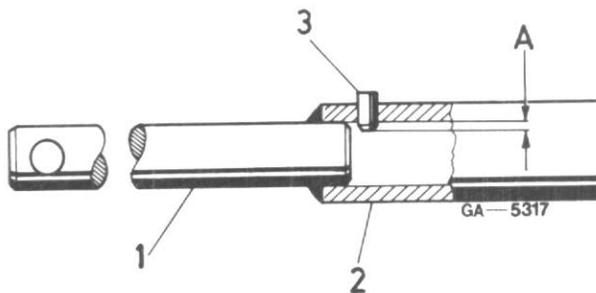

Fig. 73
Lorsque vous mettez en place la goupille élastique (5), veillez à obtenir la distance (A, Fig. 73).